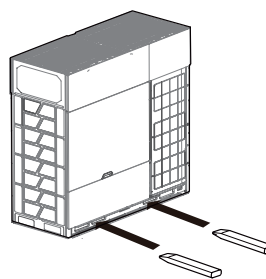

Рис.2.3
- Чтобы переместить блок с помощью вилочного погрузчика, вставьте вилы в отверстие в нижней части блока, как показано на рис. 2.3.